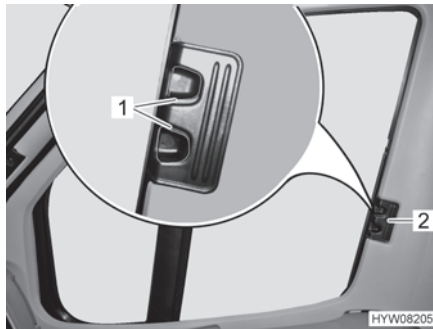

Fig. 78 Estor plegable para la ventana del conductor/acompañante
- Presionar los tiradores de desbloqueo (Fig. 78,1) y mantenerlos presionados.
- Cerrar los estores plegables para la ventana del conductor y la ventana del acompañante tirando en el tirador (Fig. 78,2) hacia el otro lado de la ventana y uniéndolos en las tiras magnéticas.
- Introducir los estores plegables para la ventana del conductor y la ventana del acompañante hasta el tope desplazando el tirador (Fig. 78,2).
- Soltar los tiradores de desbloqueo (Fig. 78,1) y dejar que engatillen.